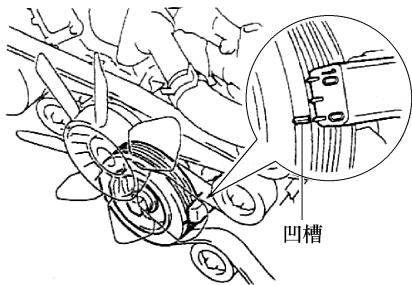

图 1-251 曲轴带轮对准正时标记
① 转动曲轴带轮,使其凹槽与正时链条盖上的正时标记“0”对准,见图 1-251。
① 将 1 号气缸设置到 TDC/压缩位置。
b. 检查并确认凸轮轴正时齿轮的正时标记如图 1-251 所示对准轴承盖的正时标记。